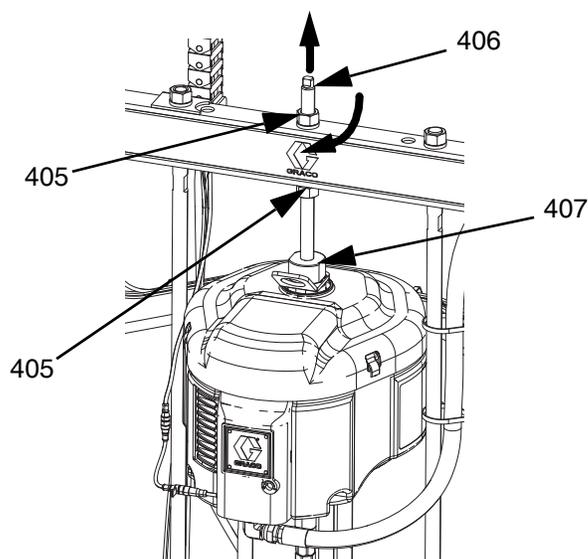

FIG. 43
1. Insérez le bas de pompe (C) sur le cylindre (D). Suivez les étapes de **Connexion du cylindre** à la page 106.
3. Raccordez le moteur pneumatique (B) :
- a. Abaissez le moteur pneumatique (B) sur le bas de pompe (C) en utilisant une clé sur l'écrou (405) situé sur la barre transversale. Voir la FIG. 43 à la page 107. Serrez l'écrou (405) vers le haut et serrez-le sous la barre transversale. Serrez l'écrou (405) en dessous de la barre transversale à un couple maximum de (34 N•m).